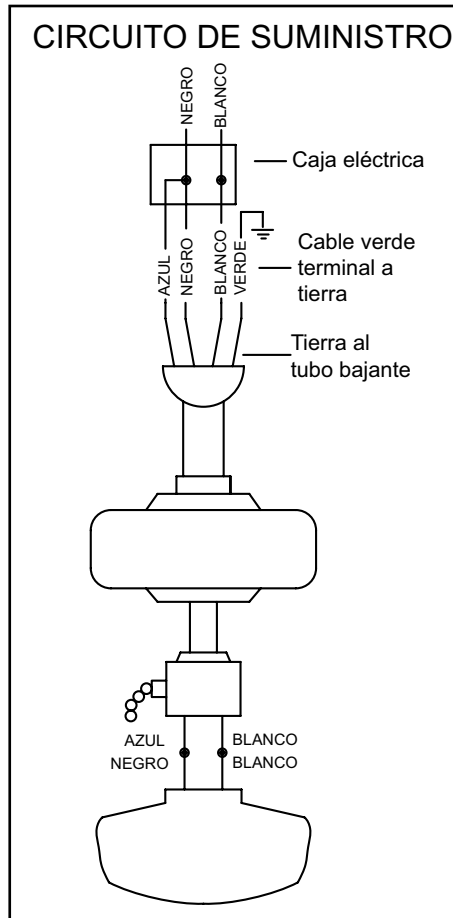

Figura 12
1. Conecta el conductor a tierra del cable de 120 voltios (puede ser un cable desnudo o un cable con aislante verde) al (los) cable(s) terminal(es) a tierra verde(s) del ventilador (Figura 12). Cuando uses el montaje de techo estándar, existen dos cables terminales a tierra verdes; uno desde la placa de montaje de techo y otro desde el ensamblado del tubo bajante y la bola. Cuando uses el montaje cerca del techo, existe solamente un cable terminal a tierra verde desde la placa de montaje ya que no se usa el ensamblado de tubo bajante y bola.
2. Conecta el cable blanco del motor del ventilador al cable blanco de suministro (neutro) usando una tuerca de cable (Figura 12).
3. Conecta el cable negro del motor del ventilador al cable negro de suministro de energía (positivo) usando una tuerca de cable (Figura 12).
2. Conecte los alambres para el juego de luces que sale la parte inferior del motor con los alambres del juego de luces. Véase la figura 12.